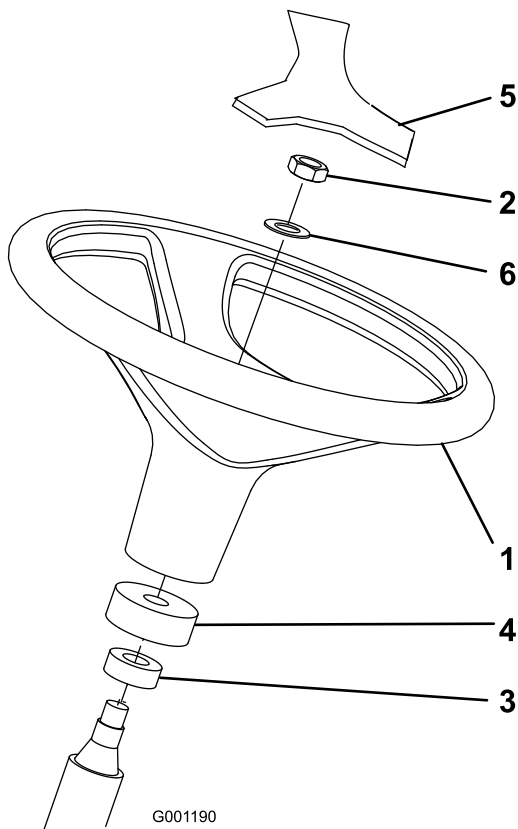

Figura 3
1. Retire el volante del calzo de transporte (Figura 3).
Nota: Asegúrese de que el collar de gomaespuma y el protector de polvo están colocados en la columna de dirección (Figura 3).
3. Deslice el volante y la arandela sobre la columna de dirección (Figura 3).
5. Monte el embellecedor en el volante (Figura 3).